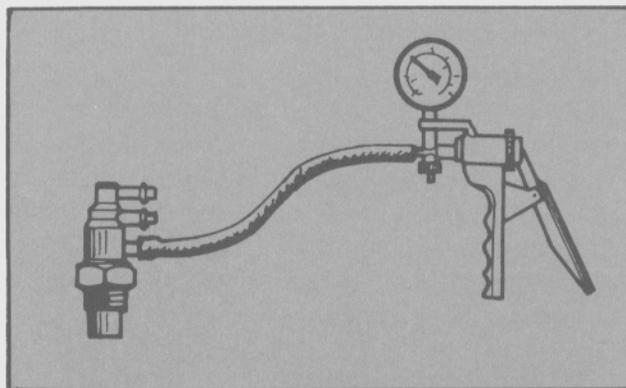

Fig. 23 - Prueba del interruptor de vacío (P.V.S.).
- Desconectar el tubo de vacío del conducto "A" e instalar en él la herramienta T80A-10662-BAS (Fig. 23). Estando el motor frío, aplicar 45 cm Hg (18 pulg Hg) de vacío, en estas condiciones el interruptor P.V.S. debe mantener el valor de vacío aplicado. Poner el motor en marcha y esperar que alcance la temperatura normal de funcionamiento, detener el motor y conectar la herramienta T80A-10662-BAS nuevamente en el conducto "A" del interruptor de vacío P.V.S.